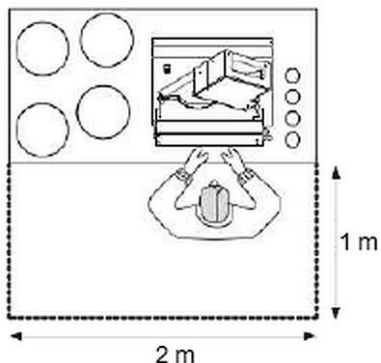

Fig. 5
- Posicione o dispositivo com cuidado, seguindo as instruções na Fig. 5, que indicam as distâncias mínimas necessárias para que o operador ou técnico possa realizar cada sequência de trabalhos e/ou manutenção adequadamente.